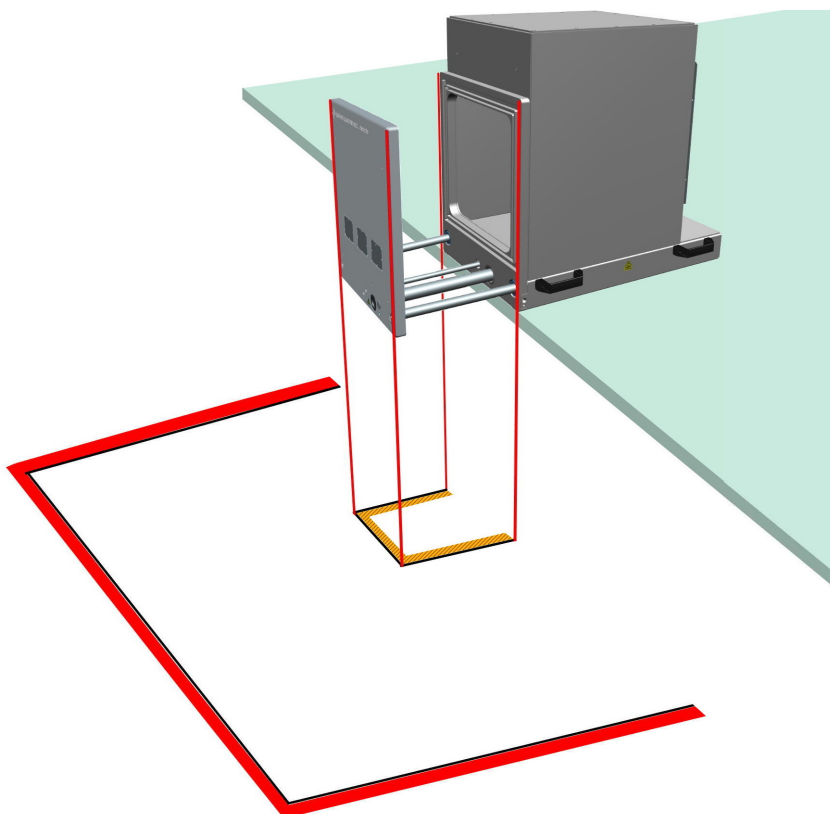

图 6-7: 地面上标记的限制进入区域
5. 在打开的屏蔽箱门下方地面上标记门区域，具体如图 6-7 所示。
8. 在地面上将门区域周围 1 m 内的区域标记为工作区。参阅图 6-7。